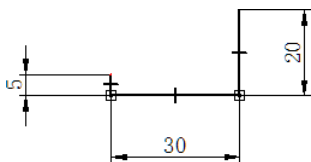

图 7.2.10 绘制直线（一）
Step4. 在 **主页** 功能选项卡的 **绘图** 区域中选择  命令，系统弹出“直线”工具条，单击  按钮选择线宽度为 **.50**，在 **长度(L):** 文本框中输入数值 5，在 **角度(A):** 文本框中输入数值 90，在绘图区捕捉前面所绘制的水平线的左端点，单击绘制该直线，结果如图 7.2.10 所示。